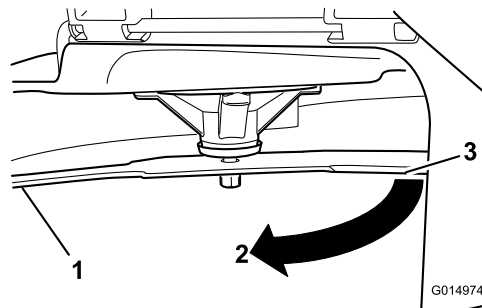

Figura 76
3. Distancia medida entre la cuchilla y la superficie (A)
4. Gire la misma cuchilla 180 grados de manera que el otro extremo esté en la misma posición (Figura 76).